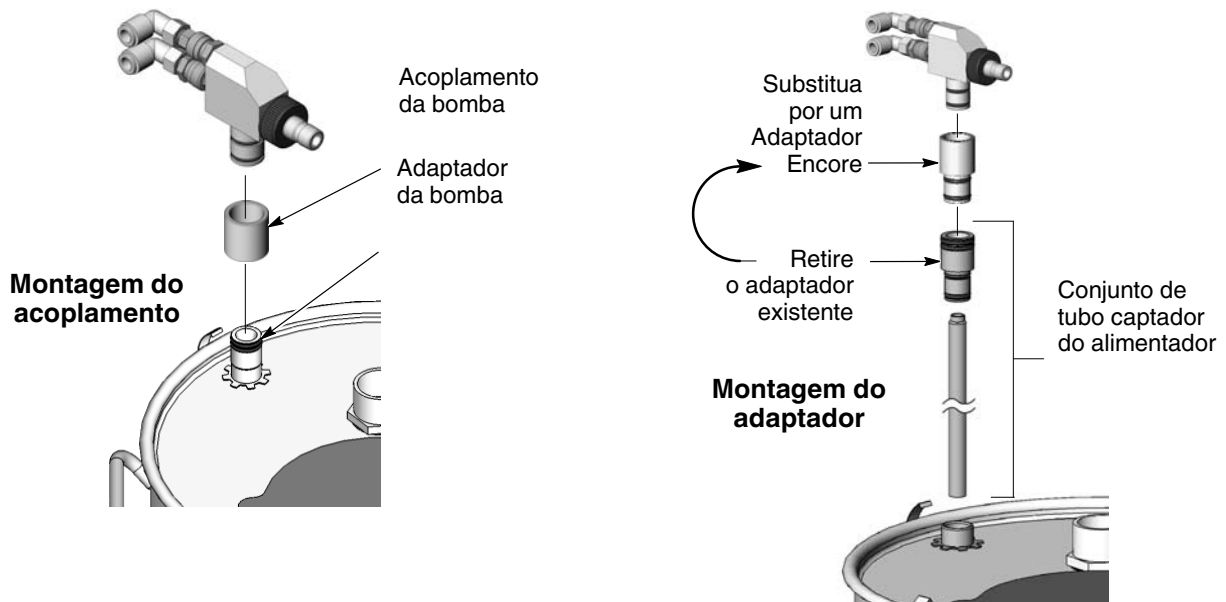

Figura 3-8 União da bomba com kit adaptador ou acoplamento em alimentadores HR ou NHR
1. Consulte a figura 3-8. Remova o tubo captador da união da bomba situado na tampa do alimentador, depois, desenrosque o adaptador existente do tubo captador.
Consulte a figura 3-8. O acoplamento permite utilizar o adaptador de bomba existente. Monte o acoplamento da bomba na união existente da bomba com ligeiro movimento de rotação, depois, monte a bomba no acoplamento com o mesmo movimento.